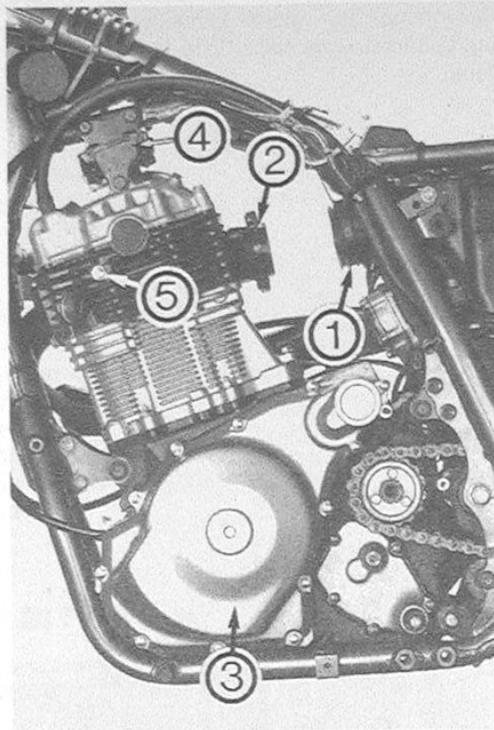

Bild 53
- Vergaser kann bei eingebautem Motor entfernt werden (Bild 53).